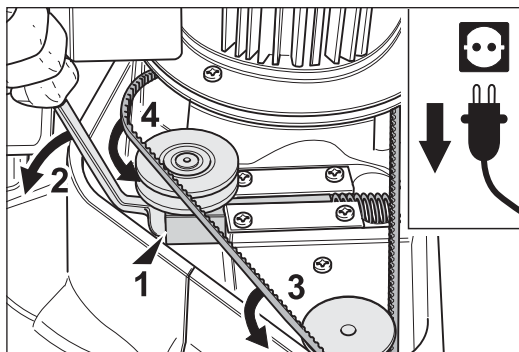

Fig. 50 Ponga la llave poligonal por debajo del rodillo tensor, desplace el tensor de la correa y coloque la correa trapezoidal en su polea.
- 4 Presione el tensor de la correa trapezoidal con la llave poligonal acodada contra el muelle y coloque la correa en las poleas del ventilador y del tensor de la correa. Cuando se haya colocado la correa puede soltar su tensor (Fig. 50).